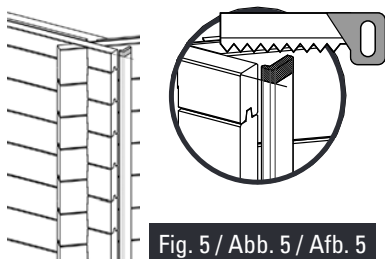
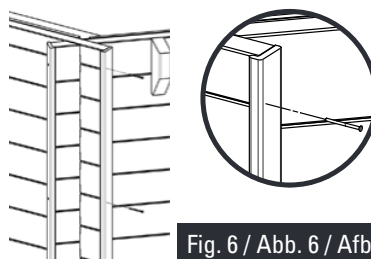

Fig. 5 / Abb. 5 / Afb. 5
Fig. 6 / Abb. 6 / Afb. 6
- Position the L trimming on the ends of the boards. • Cut off the excess part of the trimming according to the height of the pool if necessary (figure 5).
- Fix trimming L using 3 screws 4 x 60 uniformly distributed over the height of the piece (figure 6).
- Présentez le cache L sur les extrémités des madriers. • Coupez l'excédent de cache selon la hauteur du bassin si nécessaire (figure 5).
- Fixez le cache L à l'aide de 3 vis 4x60 également réparties sur la hauteur (figure 6).
- Legen Sie die Zierleiste L auf die Enden der Bretter. • Falls erforderlich, schneiden Sie das, was von der Zierleiste übersteht, je nach Höhe des Beckens (Abb. 5) ab. • Befestigen Sie die Zierleiste L mit Hilfe von 3 Schrauben 4 x 60 gleichmäßig auf der Höhe (Abb. 6).
- Plaats sierlijst L op de uiteinden van de planken. • Indien nodig, overtollige stukken van de sierlijst afsnijden, afhankelijk van de hoogte van het bassin (afbeelding 5).
- Zet de sierlijst L vast met behulp van 3 schroeven 4 x 60 gelijkmatig over de hoogte verdeeld (afbeelding 6).